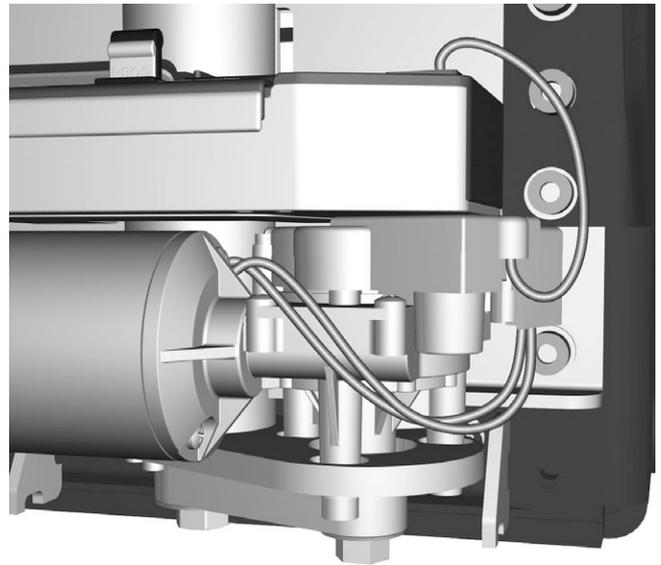

Abbildung 92. Motorkabel vom ICS-Master Modul entfernen.
4. Motorkabel vom ICS-Master Modul entfernen. Siehe Abbildung. 92